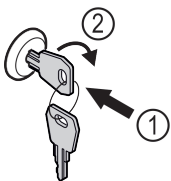

Fig. 57
- ▶ Shtyni çelësin brenda Fig. 57 (1).
- ▶ Rrotulloni çelësin me 90° në drejtimin orar Fig. 57 (2).